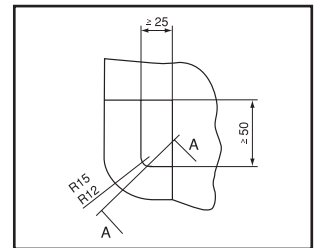

Abbildung 3
- Der Canto Nxt ist mit Befestigungssystemen zu befestigen, die für die Hakenösen (Abbildung 3) geeignet sind.